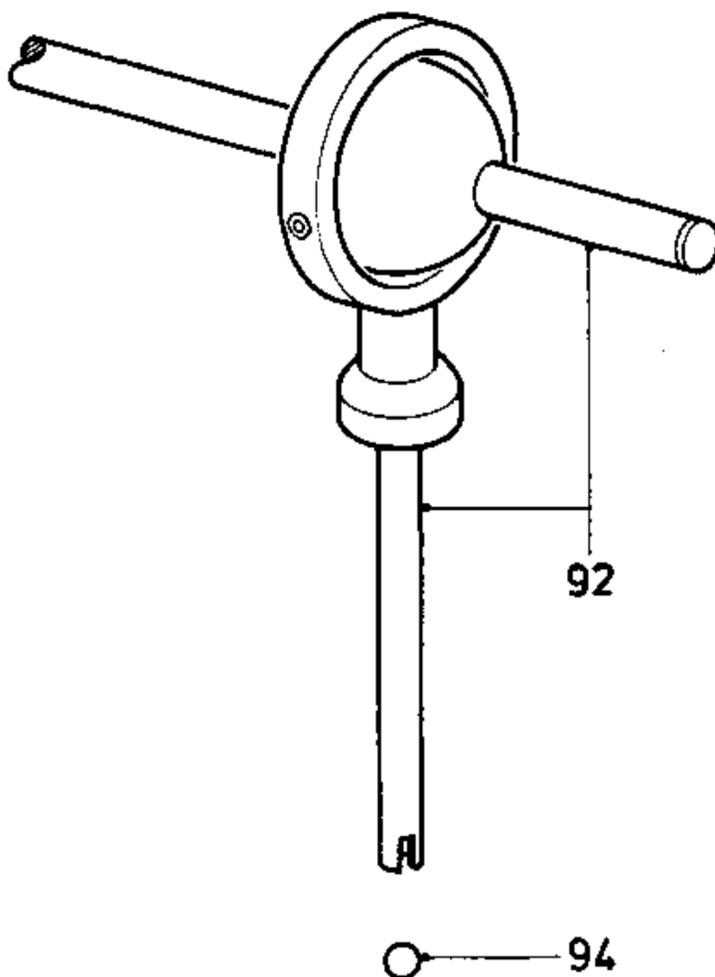

Fig. 1
Voor het draaipunt van de pick-up-arm, pos. 92, is overgegaan op een ander type. Het oude type (fig.1) was voorzien van de kogel pos. 94.